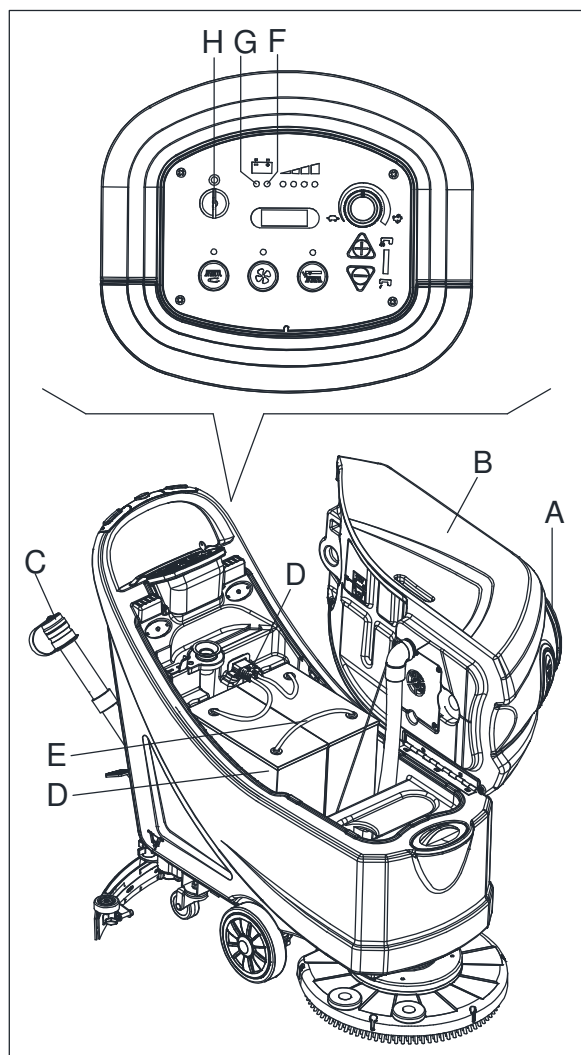

Figura 14
Cargue las baterías cuando se ilumina la luz de aviso amarilla (F, figura 14) o la roja (G), o al terminar la limpieza.